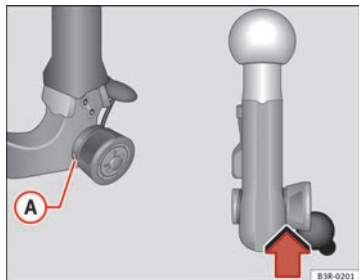

Abb. 157 Abnehmbare Anhängervorrichtung: Sicherheitsüberprüfung
- Überprüfen Sie, ob sich die grüne Markierung (A) ⇒ Abb. 157 am Handrad im Bereich der schwarzen Kennzeichnung an der Kugelstange befindet.